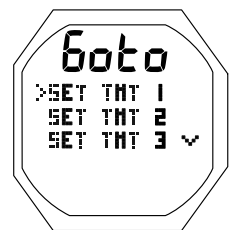

Fig. 51 - MENU DE RÉGLAGE DES ÉMETTEURS
**MENU TMT (ÉMETTEURS) :** paramètres affichés (Fig. 51)